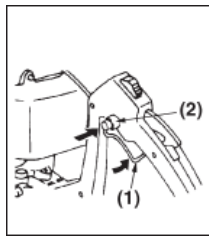

FIG. 2
2. Tirare la leva dell'acceleratore e premere il pulsante di blocco per portare la leva in posizione START. (Fig. 2)